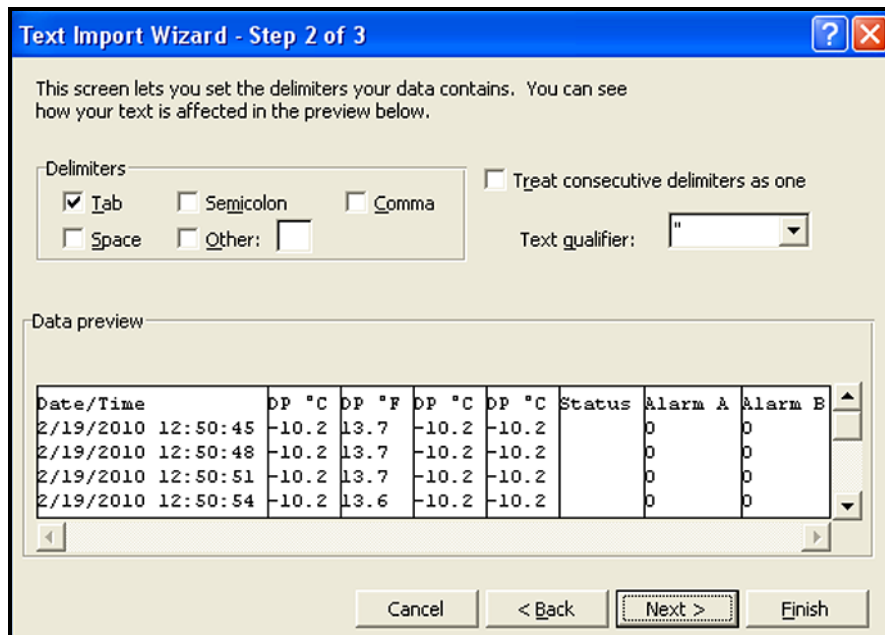

Figure 60: Microsoft Excel Import Wizard - Stap 2
4. Volg de richtlijnen op het scherm, breng indien nodig wijzigingen aan en klik op **Volgende**. Een venster dat vergelijkbaar is met dat in *Figure 60* hieronder zal openen.